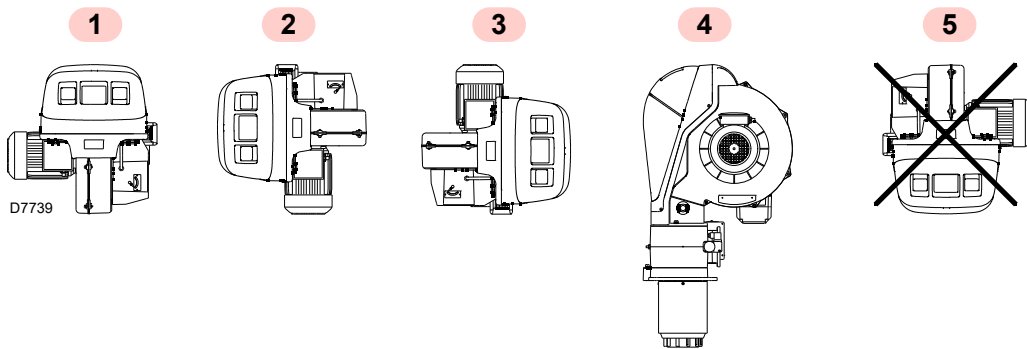

Abb. 10
- Der Brenner kann ausschließlich in den Stellungen 1, 2, 3 und 4 Abb. 10 betrieben werden.